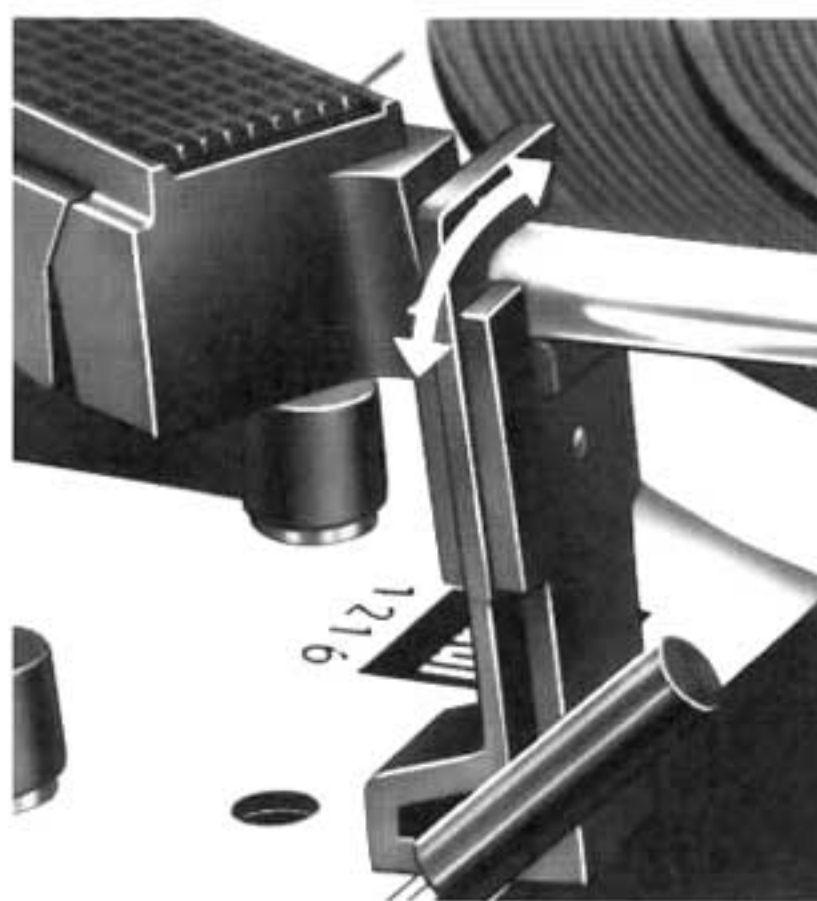

Fig. 7
Elija acto seguido la velocidad del plato ② requerida, coloque la tecla selectora ⑬ en el número que corresponda al diámetro del disco (17, 25 ó 30 cm., o bien 7, 10 ó 12") y libere el brazo fonocaptor (fig. 7). Con estas operaciones ha preparado el aparato para funcionar.
Observación: Después de reproducir el disco (tocadiscos) o el último disco de la pila (cambiadiscos), el brazo vuelve automáticamente a su soporte y el aparato se desconecta. Recomendamos cerrar la sujeción del brazo cuando no se desee utilizar mas el aparato (fig. 7).